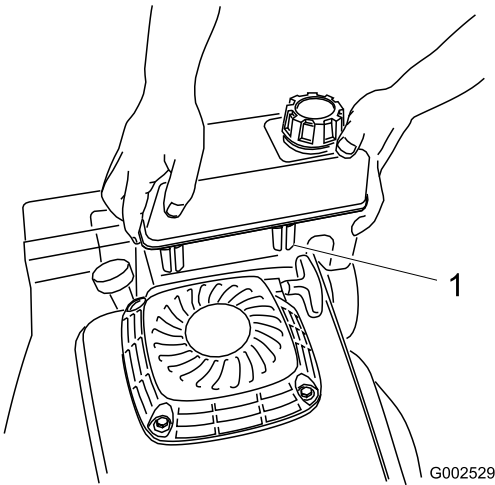

Figure 6
- 3. Accrochez les clips en plastique situés à l'avant du réservoir au support du réservoir (Figure 6).